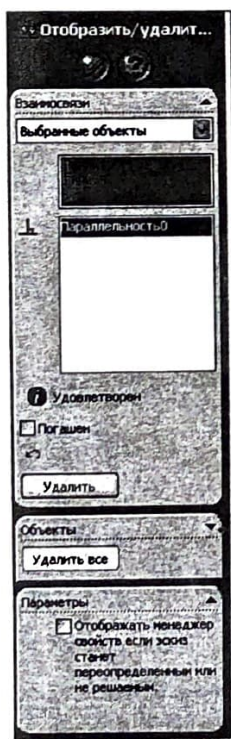

Рис. 4
2. Выбрать объект или группу объектов между которыми установлены взаимосвязи (рис. 4).